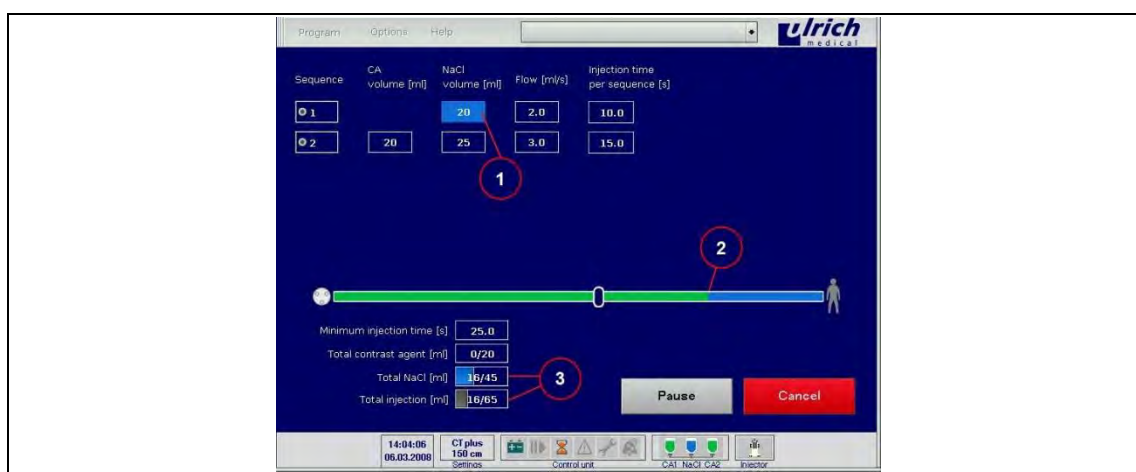

Рис. 52: Маска инъекции при выполняемой инъекции
- Во время инъекции кнопка введённого на данный момент объёма выделяется цветом: КВ - зелёным, NaCl - синим (см. Рис. 52, стр. 68, № 1).
- Изображение трубки (см. Рис. 52, стр. 68, № 2) иллюстрирует ход инъекции. Отображается состояние заполнения системы трубок растворами КВ (зелёный) и NaCl (синий) (см. главу 7.4, стр. 39).
- Счётчики реального времени в нижней части сенсорного терминала информируют о текущем состоянии выполняемой инъекции (см. Рис. 52, стр. 68, № 3). Объёмные счётчики сопоставляют „фактические значения“ и „заданные значения“, напр., „total CA [ml] 88/100“ (всего КВ [мл] 88/100), т.е. введено 88 из 100 мл.
1. Нажать кнопку **Pause** (Пауза) на сенсорном терминале (см. Рис. 52, стр. 68) или кнопку „Пауза“ на панели управления (на инжекторе). Кнопка объёма, введённого на момент прерывания, мигает оранжевым цветом (**ранее зелёный или синий**, см. главу 8.3.3, стр. 67).